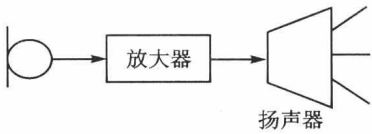

图 1-3 扩音机技术应用电路
② 信号的存储、传递和处理 在电子技术中,闭路电视、计算机网络、通信网络,称为“弱电”,电路可以实现信号处理。如图 1-3 所示为一个扩音机的简单电路示意图。通过该电路可以实现信号的传递和处理。传声器可将声音信号转换成电信号;放大电路属于中间环节,用来放大电信号;扬声器是负载部分,将电信号变成声音传递出去。